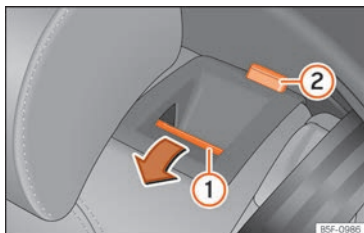

Fig. 71 Asiento trasero: abatir el respaldo.
- Pulse la tecla de desbloqueo »» fig. 71 ① hacia delante y, al mismo tiempo, abatir el respaldo. El respaldo trasero está desbloqueado cuando se ve una marca roja en la tecla ②.